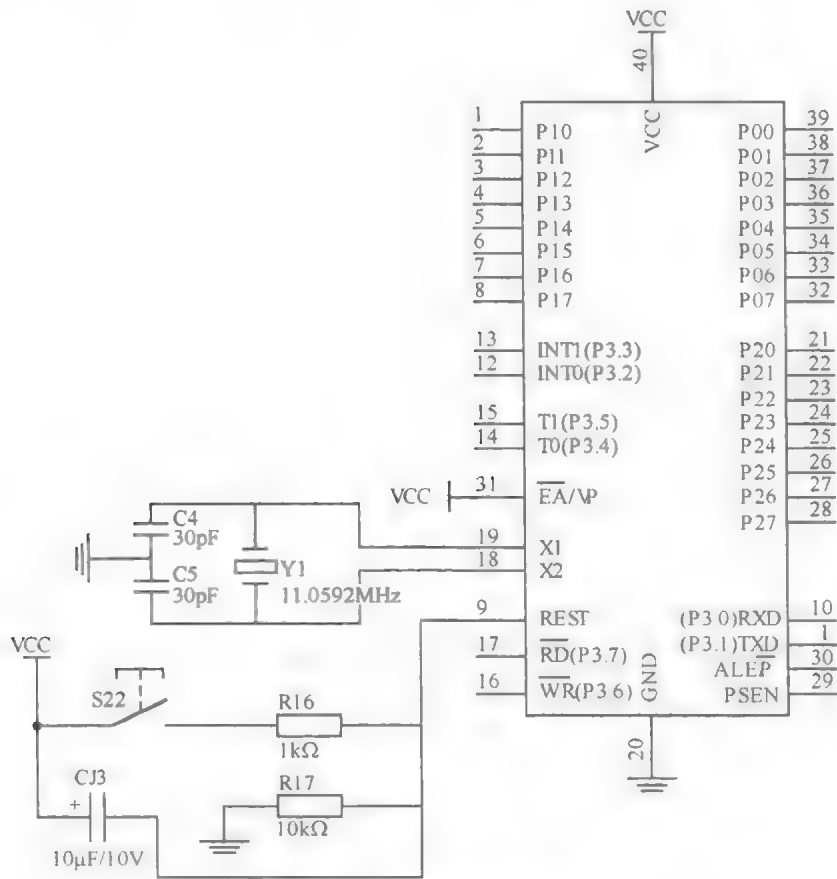

图 2.17 单片机最小系统
什么是单片机最小系统? 单片机最小系统, 也称为最小应用系统, 是指用最少的元件组成的可以工作的单片机系统。对 51 系列单片机来说, 最小系统一般包括单片机、电源电路、时钟振荡电路、复位电路, 如图 2.17 所示 (大家在看电路图时要注意, 相同标号的引脚表示
对于一个完整的电子设计来讲，首要问题就是为整个系统提供电源，稳定可靠的电源是系统平稳运行的前提和基础。主流单片机工作电压有 5 V 和 3.3 V 两个标准，当然也有低于 3.3 V 的或者是宽电压工作的，详见芯片使用手册。YL51 开发板上带的 STC89C52RC 采用 5 V 的工作电压。从图 2.17 中我们可以看到，40 脚（VCC）接到电源的正极，为 5 V 电压输入，20 脚（GND）接到电源的负极。
在 YL51 开发板上，我们使用 11.059 2 MHz 的晶体振荡器作为振荡源，分别接到 STC89C52RC 单片机的 18 脚和 19 脚。由于单片机内部带有振荡电路，所以外部只要连接一个晶振和两个电容即可，电容容量一般在 15~50 pF。在图 2.17 中，时钟振荡电路由 Y1、C4 和 C5 组成。
(1) 上电复位：目的是在电路通电时马上进行复位操作，让单片机进入正常工作状态。51 系列单片机为高电平复位，通常在复位引脚 RST 上连接一个电容到 VCC，再连接一个电阻到 GND，由此形成一个 RC 充放电回路。来保证单片机在上电时 RST 脚上有持续时间超过两个时钟周期的高电平进行复位，随后回归到低电平进入正常工作状态。这个电阻和电容的典型值为 10 k Ω 和 10 μ F，如图 2.17 中的 CJ3 和 R17 组成的上电复位电路。
(2) 手动复位：目的是在必要时可以手动操作，就像计算机的重启按钮。如图 2.17 所示，复位按键 S22 一端接电源 VCC，另一端通过电阻 R16 接到 RST 引脚，当按键按下持续时间超过两个时钟周期的高电平时进行复位，松手后通过 R17 放电回归到低电平进入正常工作状态。
(3) 程序自动复位：当单片机里的程序受到外界干扰跑飞的时候，单片机系统往往会有一套自动复位机制。比如看门狗电路。当程序长时间失去响应的时候，看门狗会自动复位单片机，让它重新工作起来。